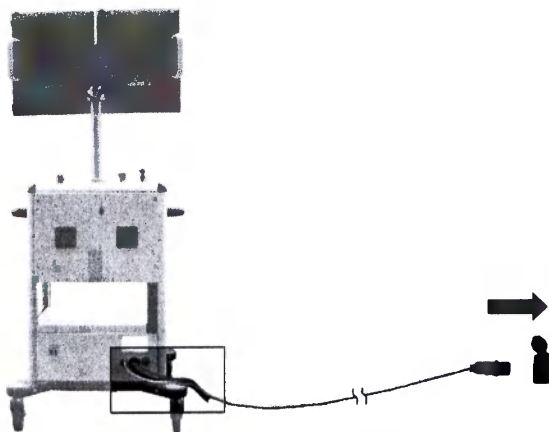

Рисунок 33
8.1.2 Подсоедините стойку к сети питания (см. рисунок 33).